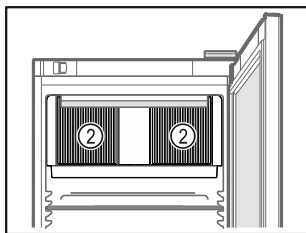

Fig. 59
- Ne pas obstruer les fentes d'aération Fig. 59 (2) du ventilateur de circulation d'air à l'intérieur de l'appareil.